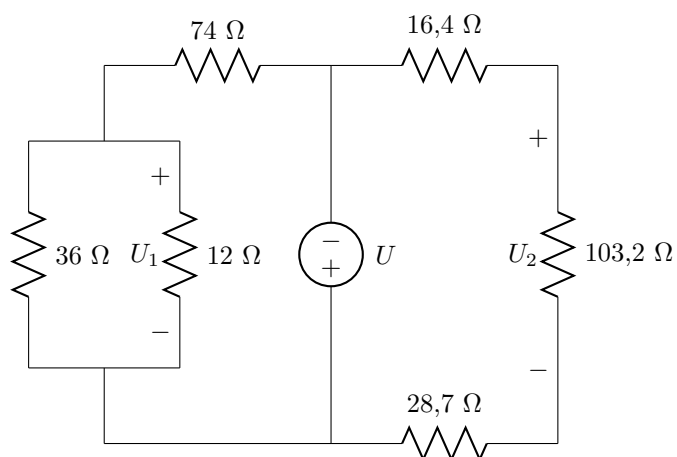

Figura 2.16: Circuito del problema 16.
16. En el circuito de la figura 2.16 calcula: a) la tensión  $U$ , siendo  $U_2 = 73,1$  V; b) la tensión  $U_1$ .